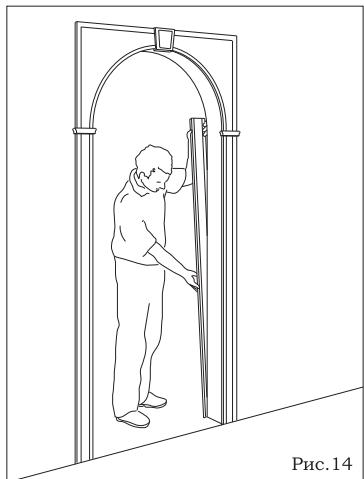

Рис.14
- Ж Смазать пазы вторых стоек kleem и убедившись, что межстоеевая пластина вошла в паз, прижать стойки к стене. Стойки закрепить саморезами или предварительно жидкими гвоздями. Рис. 14.